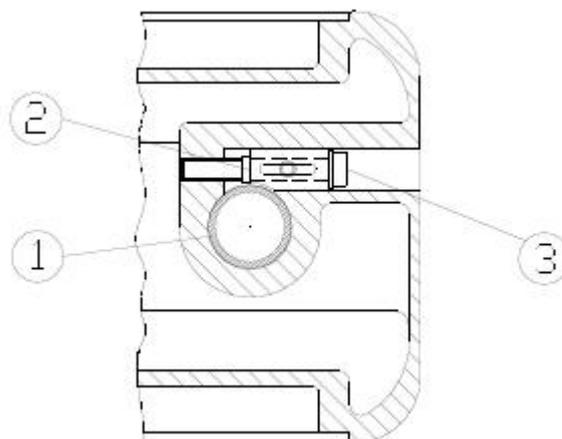

Figura 2: Fixação dos Condutores Centrais
- Remover a tampa final com DAP (3) da parte frontal da unidade de polo do disjuntor.
- Desacoplar a haste isolante de acionamento (4) da alavanca interna, no eixo de acionamento, removendo o pino de acoplamento (6).
- Abrir a cobertura de tela do filtro de adsorção (dessecante) (2). Descartar o filtro de adsorção contaminado de acordo com as instruções no documento DT09FK-IM-SEG, tópico 1.3.
- Remover os três parafusos M12 (5) localizados no centro da tampa final (1).
- Soltar ambos os parafusos dos prendedores dos contatos (item 3 na Figura 2), para liberá-los (item 2 na Figura 2). Se necessário, retrain os prendedores com um parafuso M16.
- Inserir as buchas e utilizar prendedores de contato e parafusos dos prendedores (Figura 2) para conectar os condutores centrais ao interruptor. Apertar todos os fixadores em conformidade com a tabela de torques do documento DT09FK-IM-TS00007.